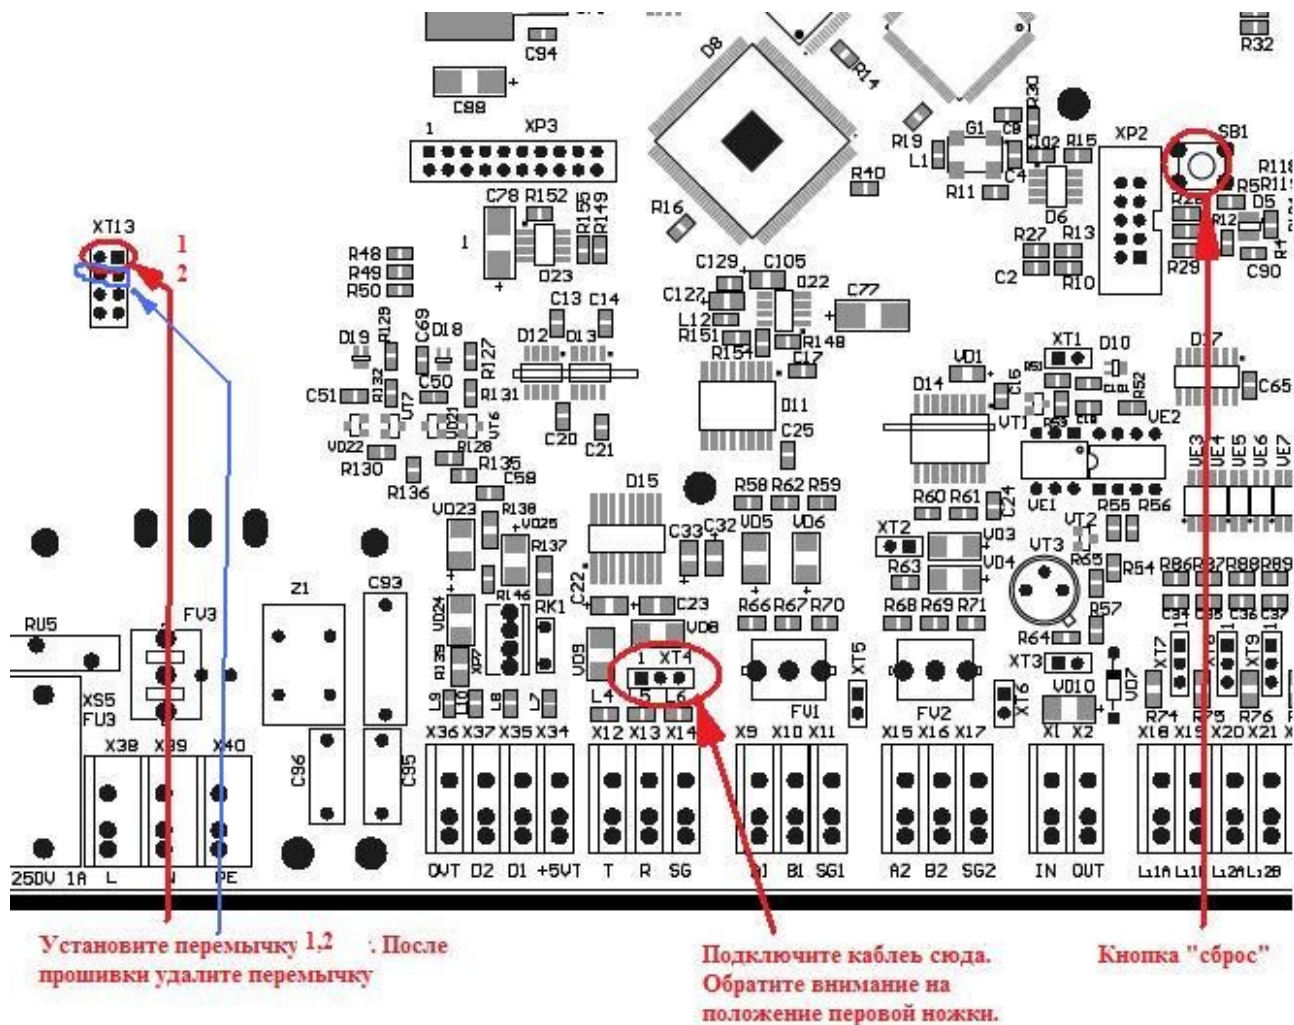

Рис. 58
2. Подключите кабель связи с компьютером в разъем XT4 (см рис.58).
4. Установите две перемычки в XT13 (см рис.58). Верхнюю перемычку и следующую, под ней (следующая под ней - для выключения режима загрузки по GSM.).
6. Нажмите кнопку "Сброс" (см рис.58).
10. По окончании прошивки уберите перемычки XT13, нажмите кнопку "Сброс" (см рис.58).
10. По окончании прошивки уберите перемычки XT2, нажмите кнопку "Сброс" (см рис.58а).
Рис. 58а